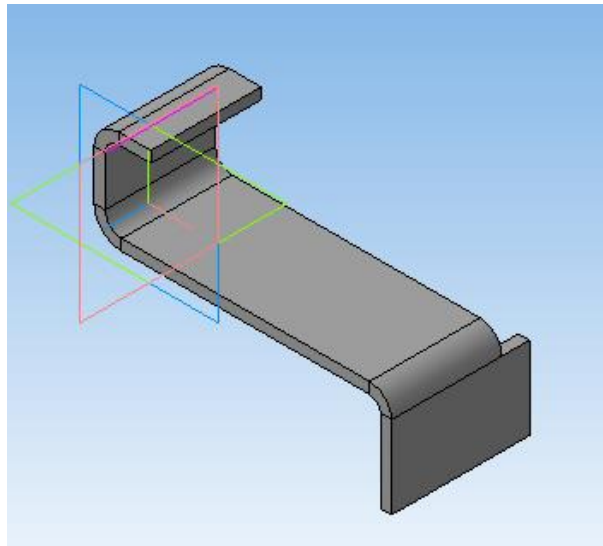

Рисунок 38.
6. Нажать «Создать объект» - , система выполнит сгиб грани по линии (рисунок 38).